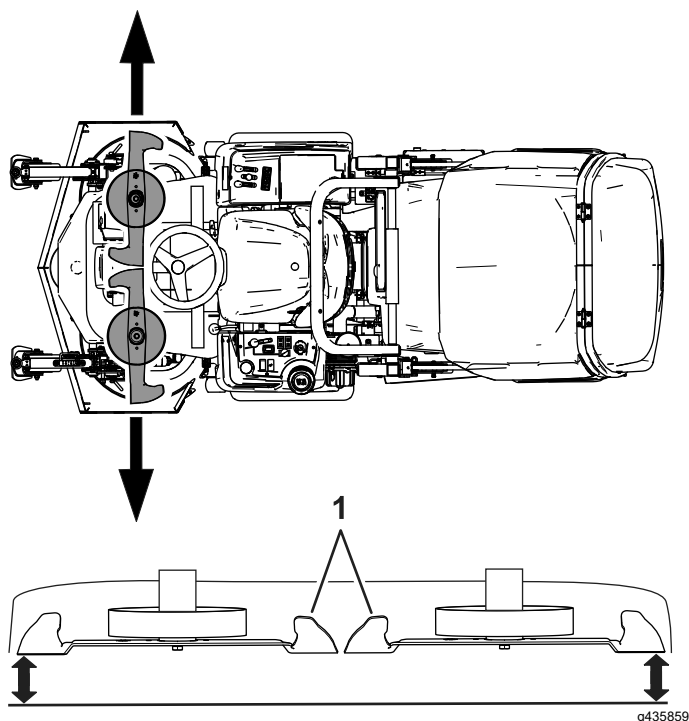

Figure 102
3. Placez la lame latérale à la position extérieure (Figure 102).
4. Mesurez la distance entre le sol et l'extrémité extérieure du tranchant de la lame (Figure 102).
5. Placez la lame latérale de l'autre côté de l'unité de coupe à la position extérieure (Figure 102).
6. Mesurez la distance entre le sol et l'extrémité extérieure du tranchant de la lame avec une cale étalon (Figure 102).
8. Mesurez l'extrémité extérieure des tranchants de lame (Figure 102).